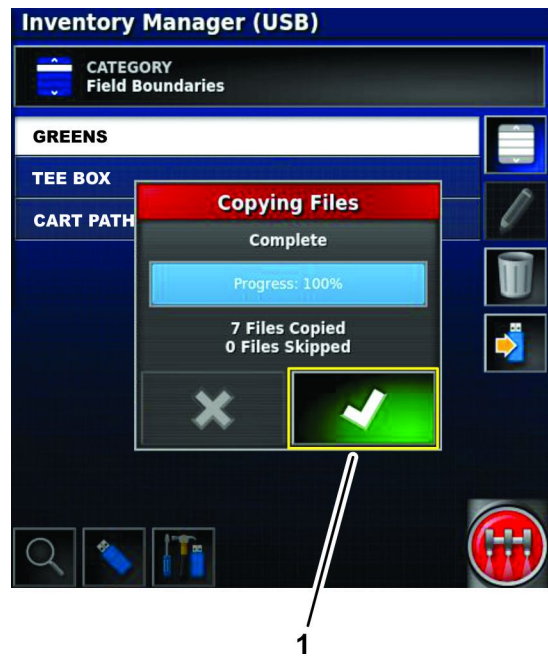

図 106
9. エクスポートファイルダイアログボックスの中で、承認アイコンを押す 図 106。